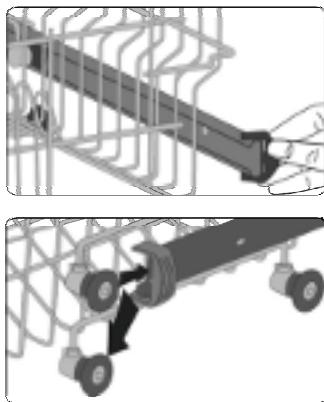

Рис. 7
- Схема установки на разной высоте верхней корзины посудомоечных машин моделей 45311 и 60311 представлена на рис. 7.